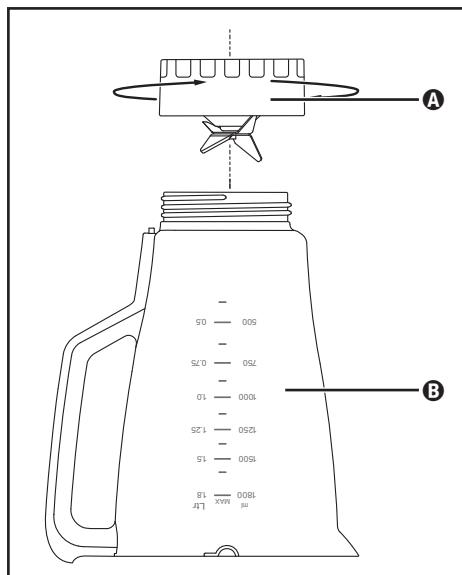

Abb. 3
- 2) Stellen Sie das Gerät auf den Kopf und drehen Sie den Aufsatz **A** gegen den Uhrzeigersinn, so dass er sich vom Behälter **B** lösen lässt (siehe Abb. 3).
- Gehen Sie vorsichtig mit den Schneidmessern ④ um. Sie sind sehr scharf!
- 5) Setzen Sie Aufsatz **A** mit den Schneidmessern ④ wieder auf den Behälter **B** des Mixaufsatzes **3** und drehen Sie ihn im Uhrzeigersinn fest.